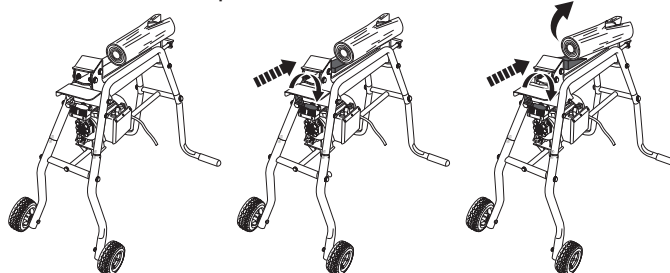

Fig. 7
- > Relâchez les deux commandes [1 et 7] pour ramener le poussoir [3] à sa position de départ. (Fig. 7)